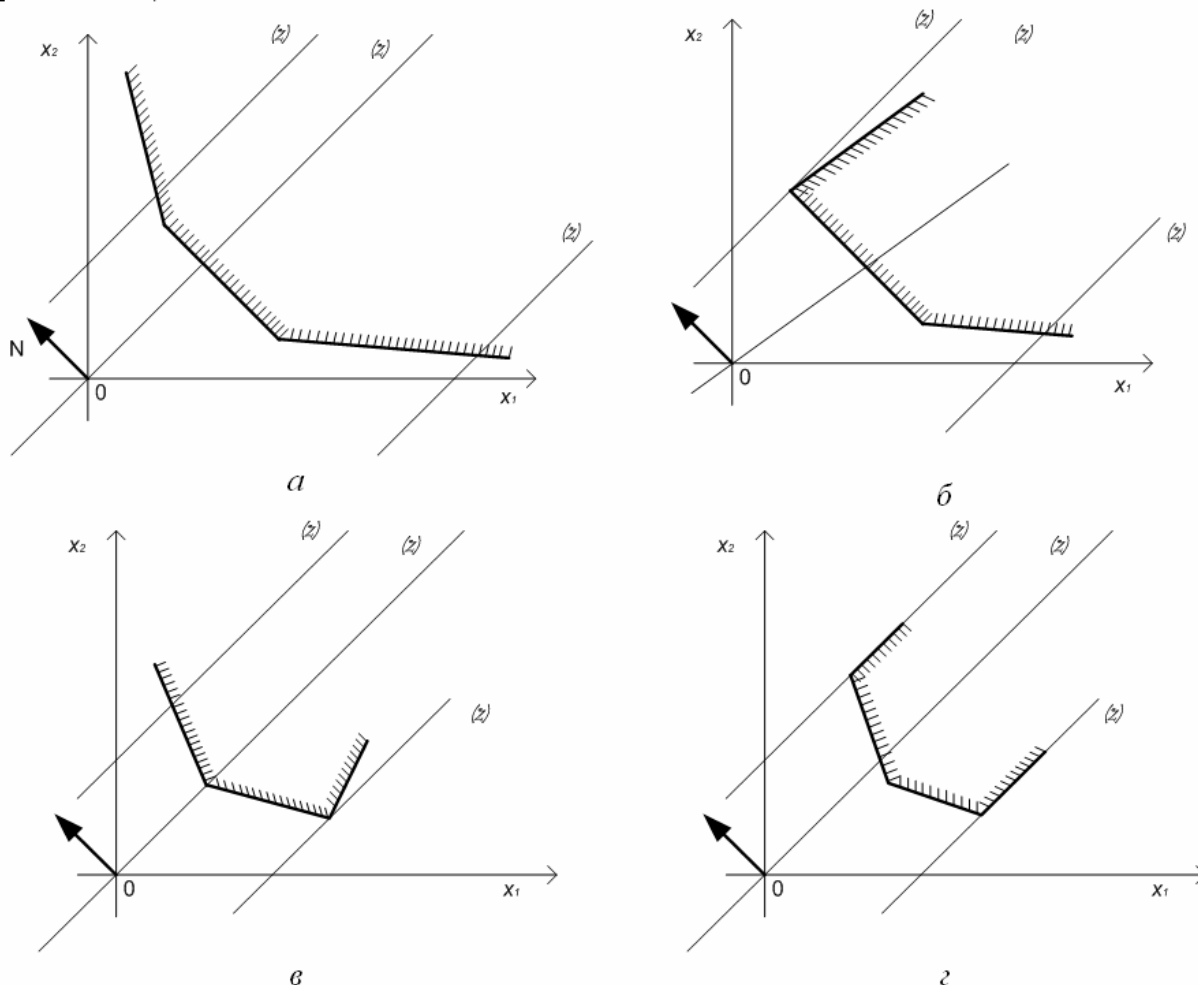

Рис. 1.2
1) прямая  $Z = \text{const}$ , передвигаясь в направлении  $N$  или противоположном ему, постоянно пересекает многоугольник решений и ни в какой точке не является опорной; значит, линейная функция не ограничена на многоугольнике решений как сверху, так и снизу (рис. 1.2, а);
2) прямая  $Z = \text{const}$ , передвигаясь, все же становится опорной. Тогда в зависимости от вида области линейная функция может быть ограничена только сверху (рис. 1.2, б), только снизу (рис. 1.2, в) или сверху и снизу (рис. 1.2, з).